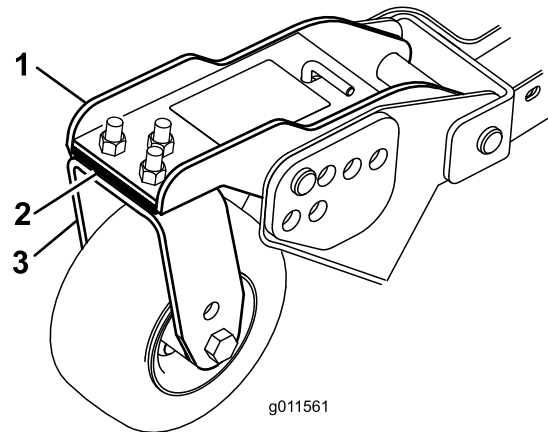

Figure 29
3. Ajoutez ou retirez des cales de 3 mm sur le(s) bras pivotant(s) avant pour que la hauteur de coupe corresponde à celle indiquée sur l'autocollant (Figure 29).
3. Si le bord intérieur de l'unité de coupe latérale est trop élevé par rapport au bord extérieur de l'unité de coupe avant, retirez une cale de 3 mm au bas du bras de la roue pivotante intérieure avant de l'unité latérale (Figure 29).